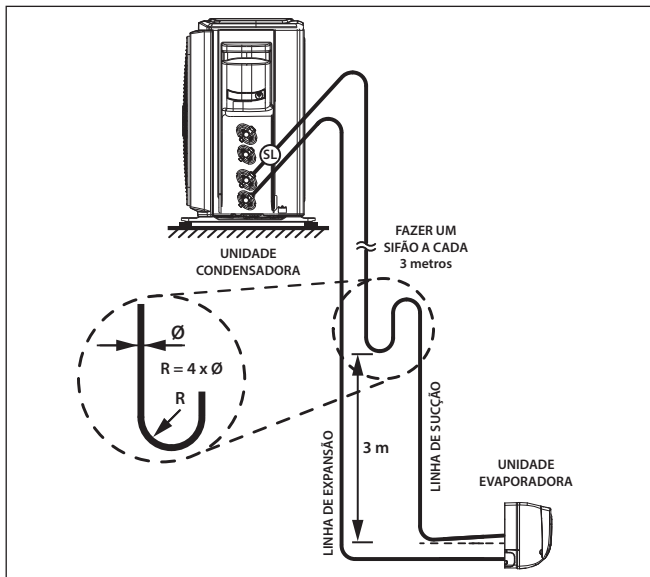

FIG. 69 - LINHAS DE INTERLIGAÇÃO
- Quando a unidade condensadora estiver em um nível superior ao da unidade evaporadora, fazer sifões nas subidas da linha de sucção a cada **3,0 metros**; considerando desde a saída da evaporadora (Fig. 69).
- No caso de haver desnível entre 4 e 5 metros entre as unidades e estando a evaporadora em nível inferior, deve ser instalado na tubulação de sucção um sifão (ver Fig. 69).
- Inclinær as linhas horizontais de sucção no sentido do fluxo. (ver Fig. 69).